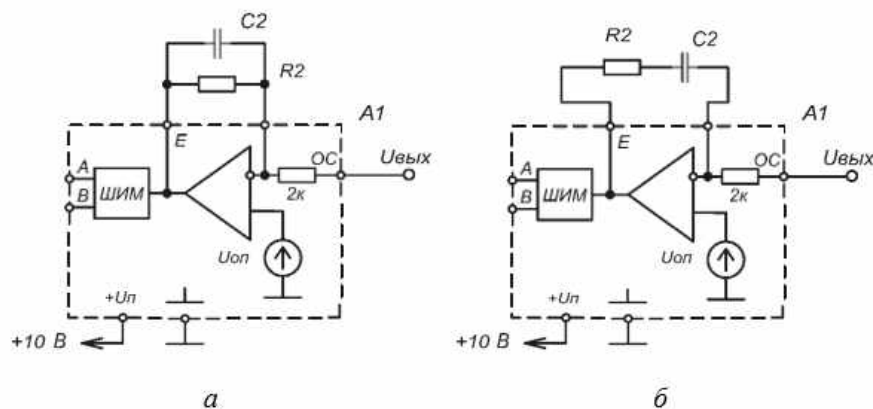

Рис. 5.2
3.5. Установите последовательно с резистором $R2=10\text{кОм}$, конденсатор $C2=0.5\text{мкФ}$. Снимите зависимость $U_{\text{Н}} = f(U_{\text{ВХ}})$. (см. рис.5.2б)
3.6. Уберите последовательный конденсатор $C2$ и включите его параллельно резистору $R2$. Снимите осциллограммы i_L и $U_{\text{Н}}$ (осциллограмму тока дросселя снять качественно, по огибающим линиям). (см. рис.5.2а)